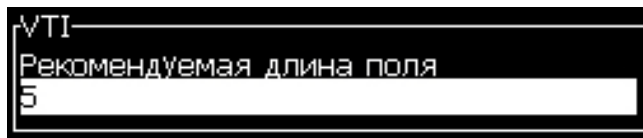

Рисунок 5-27: Диалоговое окно “*Prompted Field Length*” (длина изменяемого поля)
- 8 Нажмите кнопку “Enter” (ввод) для открытия окна “*Prompted Field Length*” (длина изменяемого поля) (смотрите Рисунок 5-27).